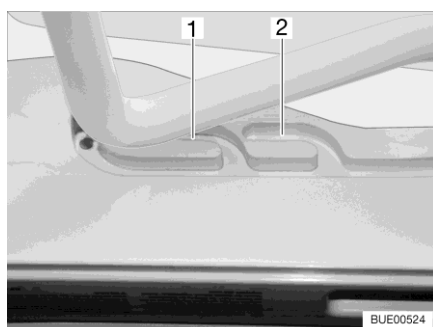

Fig. 30 Glissière (position de ventilation)
Il est possible d'amener le lanterneau basculant en deux positions de ventilation : Position pour mauvais temps (Fig. 30,1) et position intermédiaire (Fig. 30,2).
- Pousser légèrement l'étrier vers le haut et le pousser dans la glissière choisie (Fig. 30,1 ou 2).